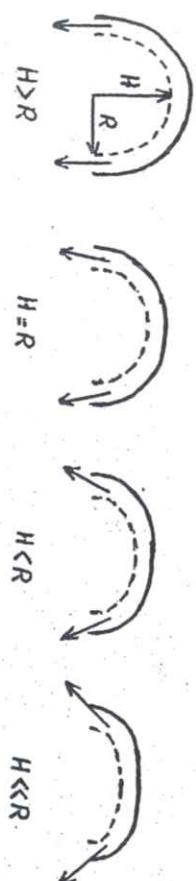

figure 5 - les forces s'appliquant sur la voûte.
► La voûte. La forme de la voûte influence sur sa solidité et sur les performances du four. Plus la voûte est basse, moins elle nécessite de bois pour chauffer mais plus elle est fragile du fait des forces qu'y appliquent (figure 5).